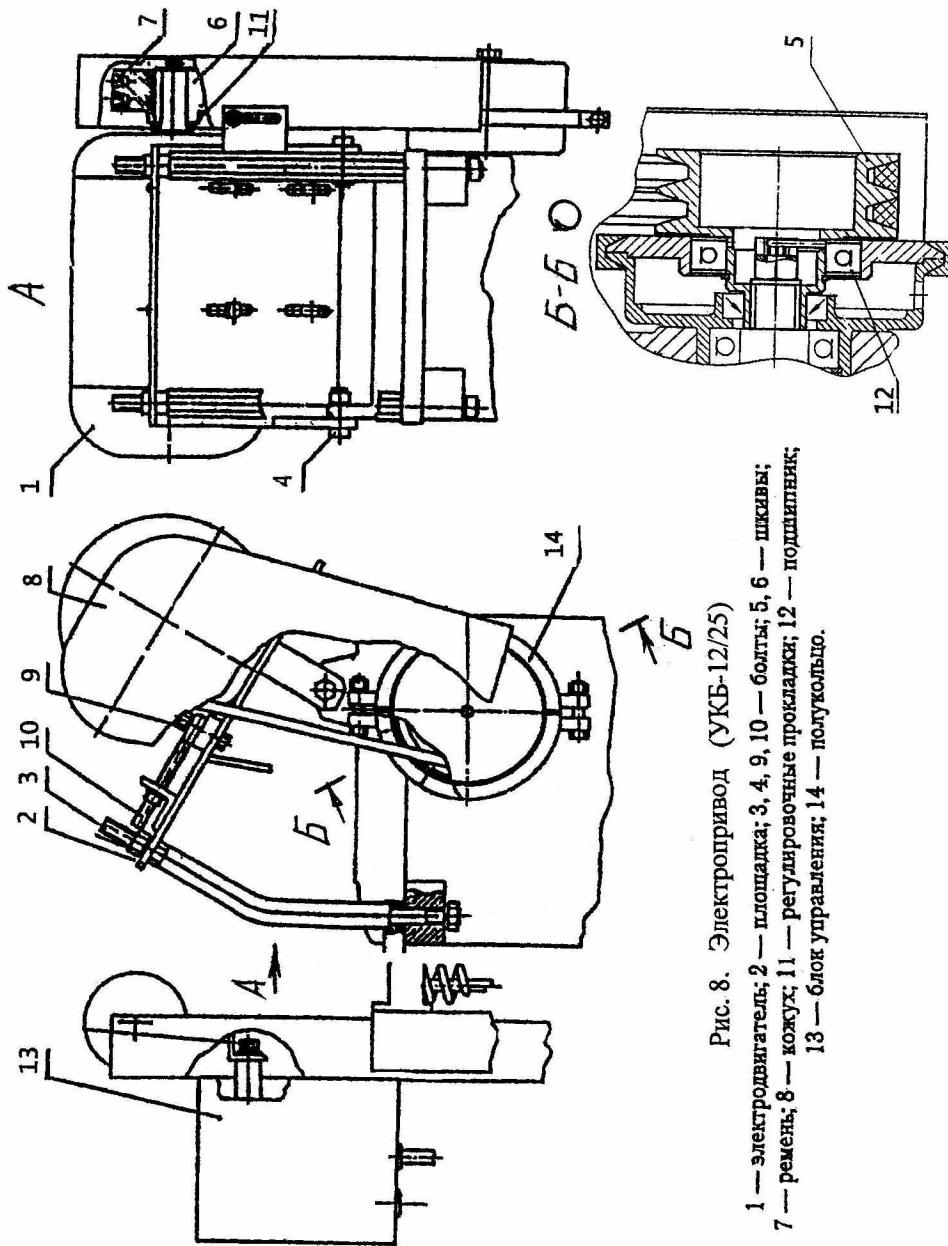
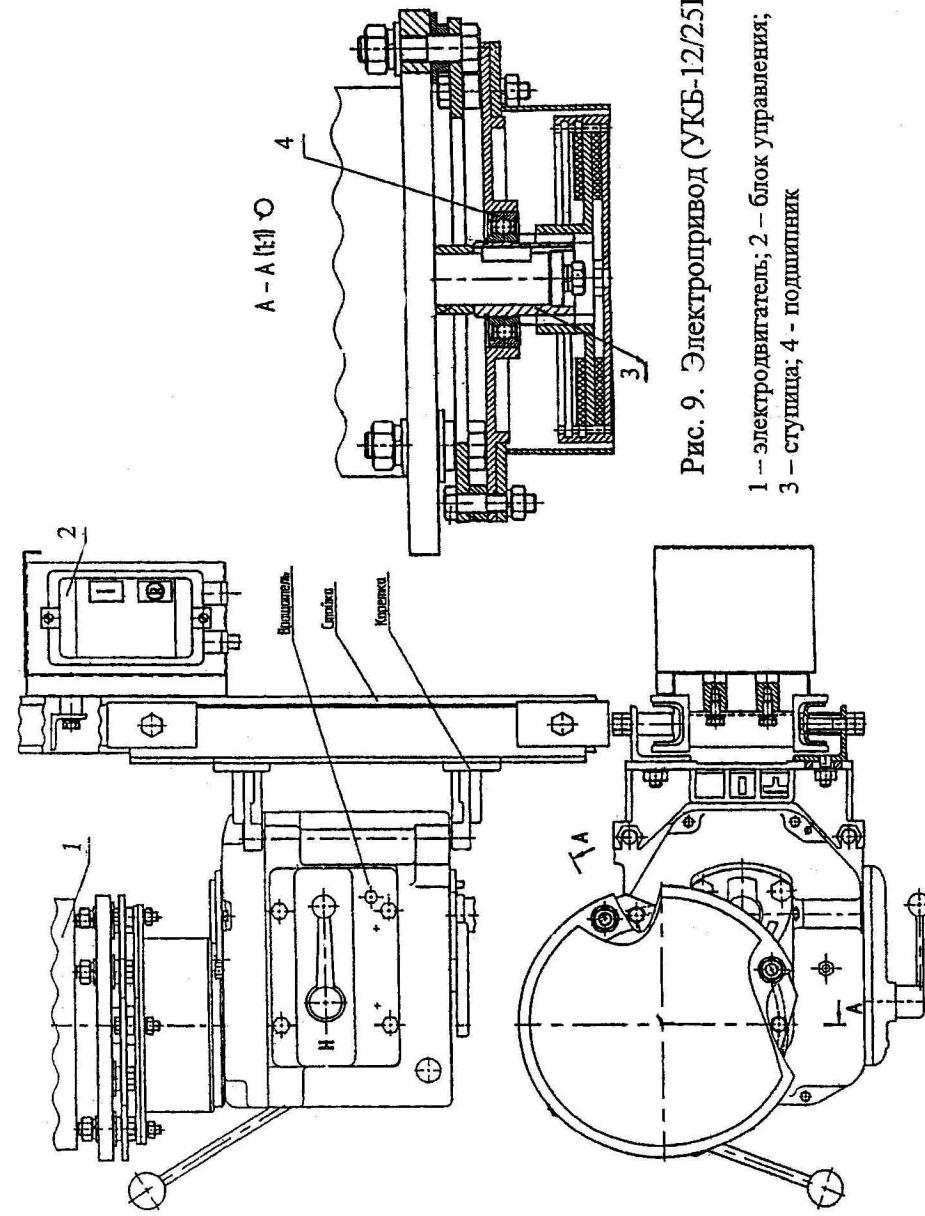

Рис. 8. Электропривод (УКБ-12/25)
Рис. 9. Электропривод (УКБ-12/25И)
4.9. Наряду с приводом станка от бензодвигателя на станок может быть установлен электропривод. Рис. 8 и Рис. 9.
На Рис. 8 Электродвигатель 1 располагается на площадке 2, которая закреплена на верхней части корпуса вращателя с помощью шпилек 3 и болтов 4.
на Рис. 9 Электродвигатель расположен вертикально. Вращение передается через фрикционную муфту.